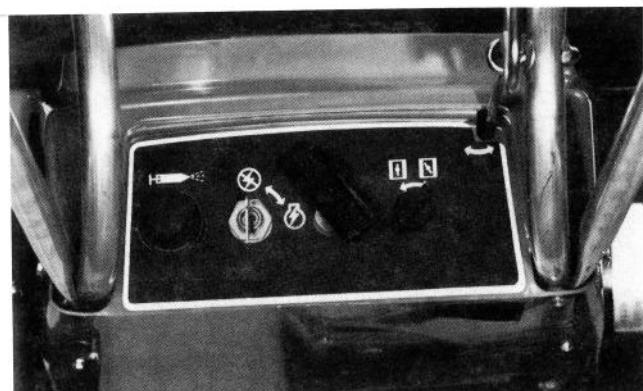

Figure 7
2. Faites tourner la commande de l'étrangleur dans le sens des aiguilles d'une montre (Figure 7).
3. Appuyez, du pouce, au centre du bouton d'amorçage de manière à couvrir le trou (Figure 7)
4. Tournez la clé d'allumage à la position MARCHE. (Figure 7).
5. Pour mettre en marche une déneigeuse S200 avec démarreur à rappel, posez une main sur le mancheron inférieur pour stabiliser la déneigeuse. Saisissez ensuite la poignée du démarreur (Figure 7) et tirez-la vigoureusement pour mettre le moteur en marche. Si le moteur ne démarre pas après quatre essais, amorcez de nouveau et tirez la poignée de démarrage encore quatre fois. Recommencez ainsi jusqu'à ce que le moteur démarre.
1. Tournez la clé d'allumage à la position ARRÊT (Figure 7).